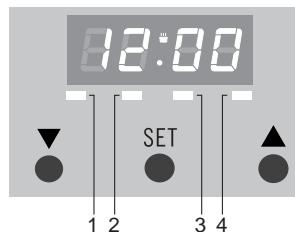

Abb. 3
Nach Anschluss des Gerätes oder nachdem die Stromzufuhr unterbrochen war, erscheint '12.00' im Display. LED 4 blinkt (siehe Abb. 3). Die Tageszeit kann eingestellt werden.
- Drücken Sie auf 'SET', bis LED 1 blinkt (siehe Abb. 3).
- Drücken Sie ▼ oder die Taste ▲, bis die richtige Kurzzeitweckerzeit erreicht ist. Die eingestellte Zeit bleibt im Display sichtbar. LED 1 brennt kontinuierlich (siehe Abb. 3).
- Drücken Sie 'SET', bis LED 2 blinkt (siehe Abb. 3).
- Drücken Sie 'SET', bis das LED 3 blinkt (siehe Abb. 3).
LEDs 2 und 3 brennen kontinuierlich (siehe Abb. 3). Die Tageszeit wird angezeigt. Im Backofen ertönt ein Signal, wenn die eingestellte Zeit erreicht ist. Er schaltet sich automatisch aus. Drücken Sie ▼ oder die Taste ▲, um das Signal auszuschalten.